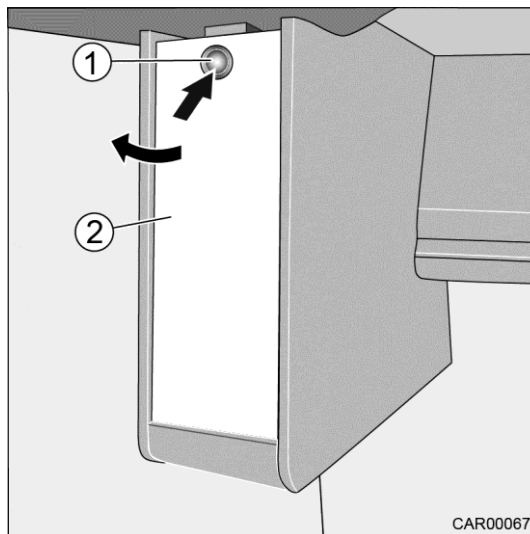

Fig. 134 Système coulissant de l'écran TV dans la chambre
1. Ouvrir la fermeture push-lock (Fig. 134/1).
2. Ouvrir le volet (Fig. 134/2).